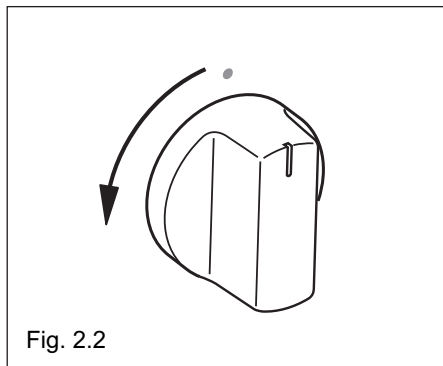

Fig. 2.2
- 1 – Premere leggermente la manopola del rubinetto gas e ruotarla in senso antiorario (fig. 2.2), fino alla portata massima, quindi premere a fondo e mantenere la pressione, si otterrà l'attivazione dell'accensione. In caso di mancanza di corrente elettrica avvicinare una fiamma al bruciatore.